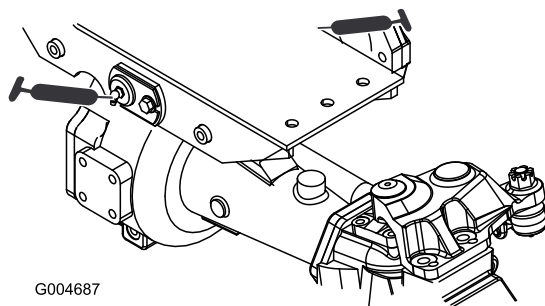

Figura 39
- 2 boccole orientabili dell'assale anteriore e posteriore (Figura 39)